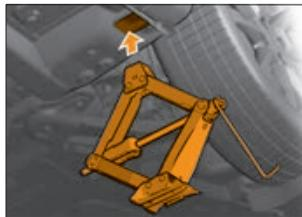

Рис. 6.8.7. Место для установки домкрата при замене переднего колеса
**Установка домкрата для замены переднего колеса:** отступите 100 мм от кромки переднего крыла и нащупайте плоскую площадку между двумя подштамповками цилиндрической формы, установите домкрат, совместив опорные площадки домкрата и автомобиля (рис. 6.8.7).